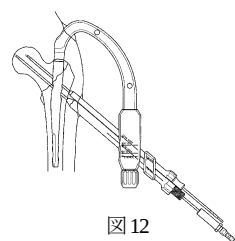

図12
- 10) 3.2 ガイドピンアダプタを装着し、3.2 ガイドピンを刺入します。(図12)